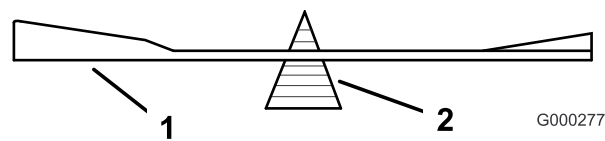

Figura 111
- Verifique el equilibrio de la cuchilla colocándola sobre un equilibrador de cuchillas (Figura 111).